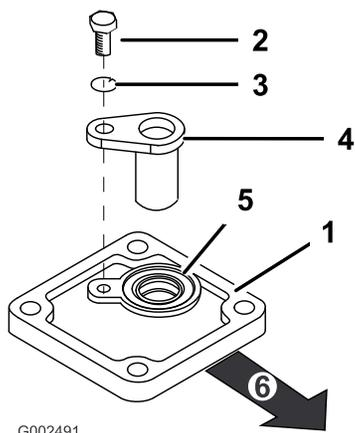

Figure 6
- Montez l'ensemble couvercle neuf sur la boîte-pont à l'aide des quatre boulons retirés à l'opération 1 (Figure 6). Pour monter correctement le couvercle, tournez le joint vers le haut et vers le côté gauche du véhicule.
- Montez le capteur de dent d'engrenage à l'aide de la vis (M6 x 1,00 x 12) et de la rondelle élastique (M6), comme illustré à la Figure 6.